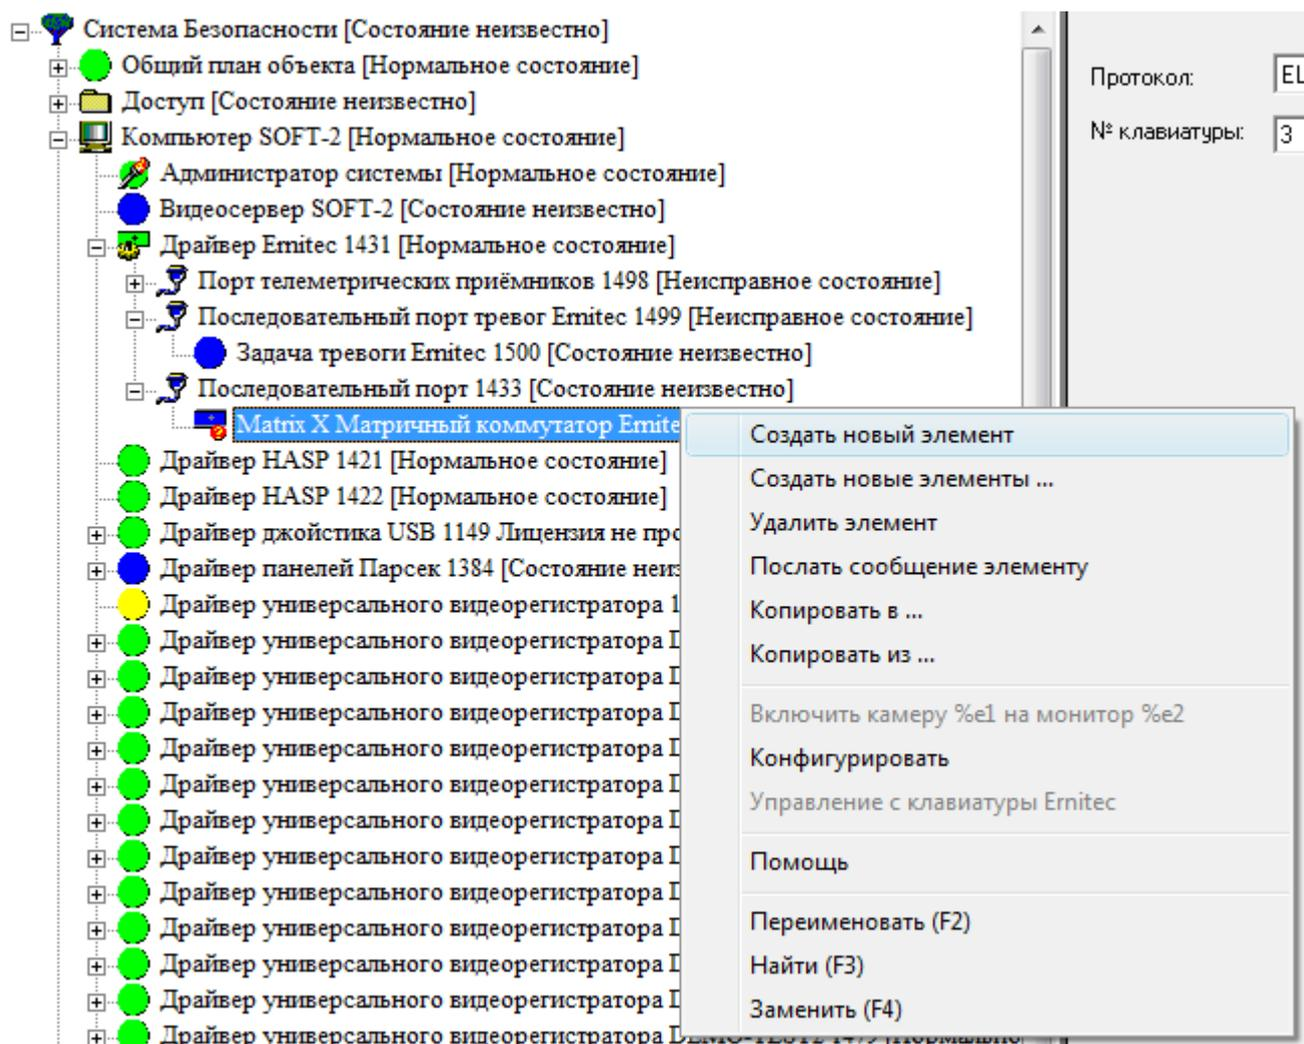

Рисунок 16 — Добавление камеры или монитора
1. В Дереве элементов к соответствующему элементу **Matrix X Матричный коммутатор Ernitec** добавьте элемент **Камера Ernitec**, **Управляемая камера Ernitec** или **Монитор Ernitec** (рисунок 16).